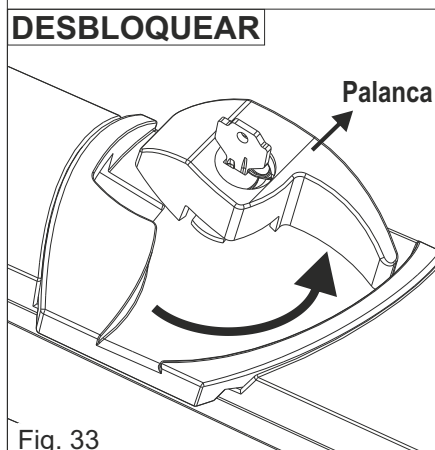

Fig. 33
- 3) Rotar la palanca en sentido antihorario para desbloquear el operador (Fig. 33)